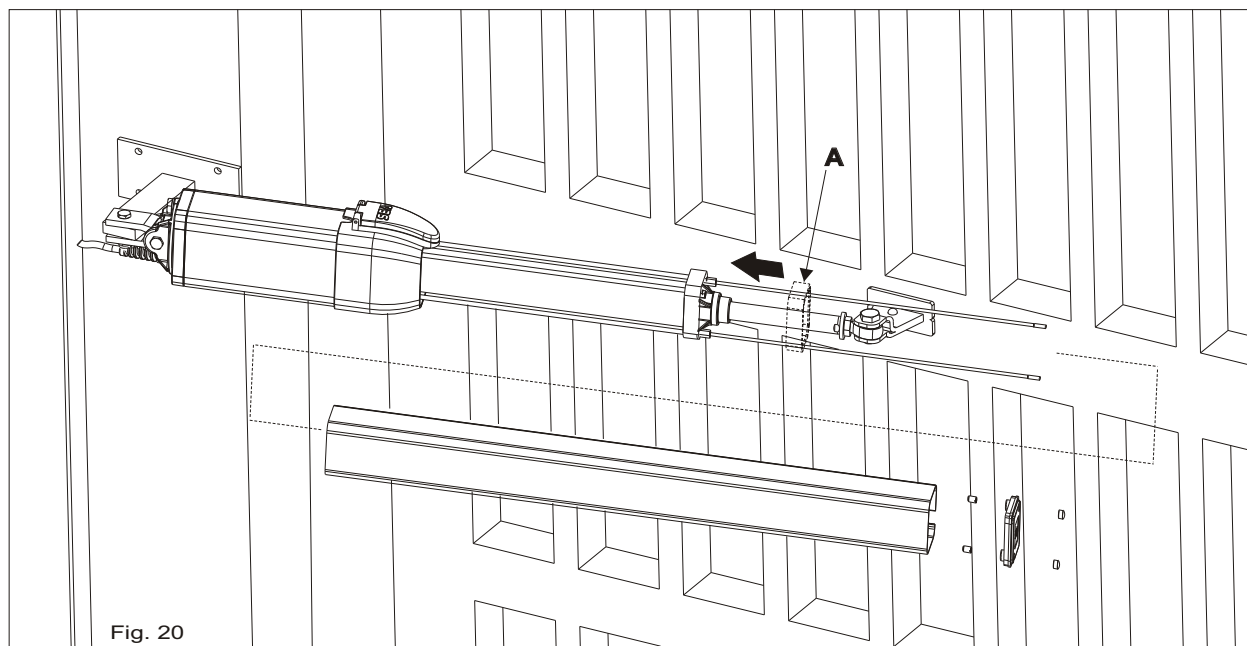

Fig. 20
S'assurer d'avoir inséré le cadre en plastique anti-vibration (A) avant d'insérer le couvre tige extrudé (Fig. 20).